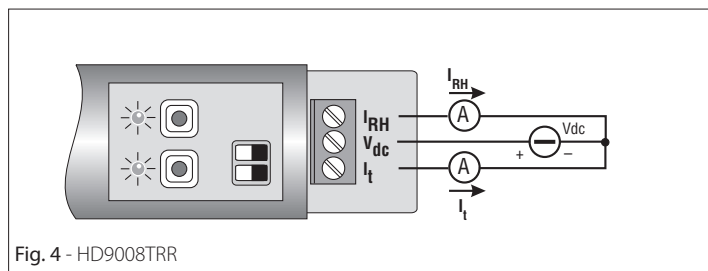
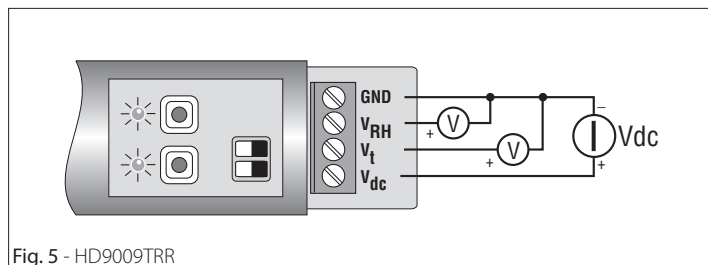

Fig. 4 - HD9008TRR
Fig. 5 - HD9009TRR
2. Collegare i fili per alimentare lo strumento come riportato negli schemi di collegamento di fig.4 (HD9008TRR) e fig.5 (HD9009TRR).